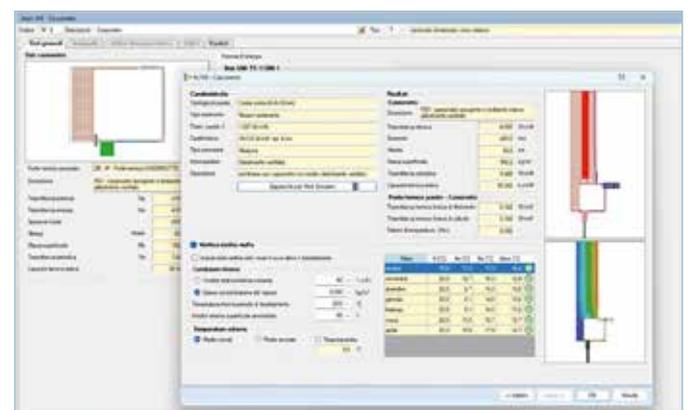

Fig. n. 1: modellazione cassonetti
- la modellazione dei cassonetti, mediante l’importazione o meno di una simulazione agli elementi finiti da EC709, è stata aggiornata alla norma UNI EN ISO 10077-2 (Fig. n. 1);